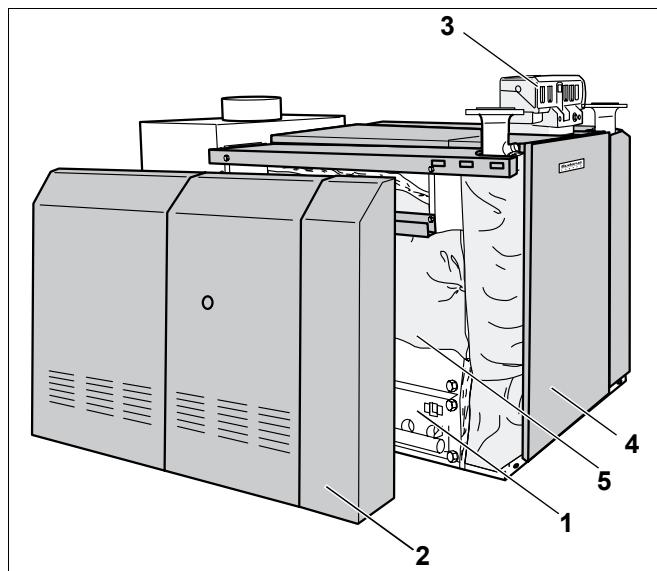
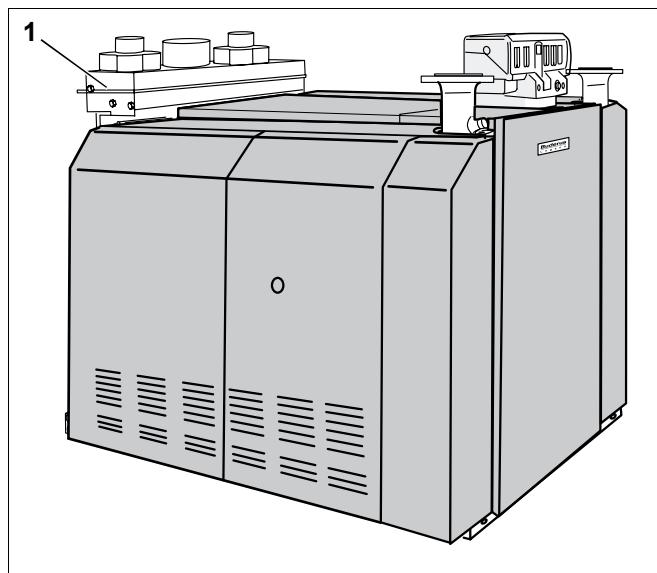

Рис. 1 Logano GE434
Рис. 2 Logano plus GB434
Отопительные котлы Logano GE434 (рис. 1) и Logano plus GB434 (рис. 2) состоят из правого и левого котловых блоков, на каждом из которых установлено по одной газовой горелке.
- Котловые блоки (рис. 1, **поз. 5**) и газовые горелки (рис. 1, **поз. 1**). В блоках котла тепло, производимое горелкой, передается воде, циркулирующей в системе отопления.
- Облицовка котла (рис. 1, **поз. 2**) и теплоизоляция (рис. 1, **поз. 5**). Облицовка котла и теплоизоляция препятствуют потерям энергии.
- Система управления (рис. 1, **поз. 3**), дополнительный регулятор и два автомата горения газа (на одну газовую горелку - один автомат горения). Система управления и автоматы горения газа служат для контроля и регулирования всех электрических узлов отопительного котла.
Дополнительный элемент отопительного котла Logano plus GB434 (рис. 2):
- Конденсационный блок (рис. 2, **поз. 1**). В конденсационном блоке используется остаточное тепло дымовых газов для повышения коэффициента полезного действия отопительного котла.